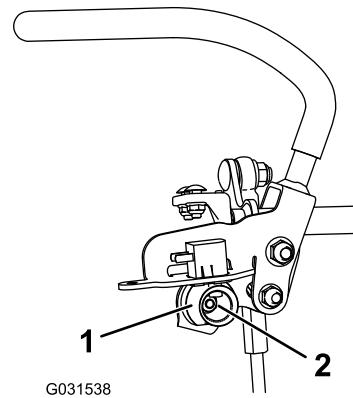

Figuur 82
3. Duw de rijhendels omlaag uit de VERGRENDELDE NEUTRAALSTAND (Figuur 82).
4. Controleer of de rechter rijhendel horizontaal uitgelijnd is met de linker rijhendel (Figuur 82).